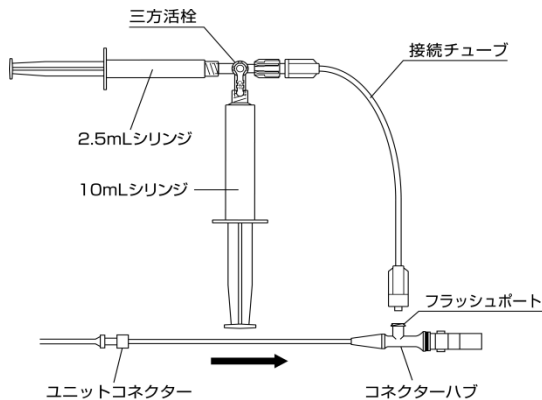

図2 接続チューブの接続例
- 1-5 コネクターハブを持ち、図2の矢印の方向へ手元外管から手元内管を引き出す。
- 1-6 付属の 2.5 mL 及び 10 mL ロック付シリンジと接続チューブ（三方活栓を含む）を図2のように組み合せ、内部をヘパリン加生理食塩液で満たす。次に接続チューブをフラッシュポートに接続し、2.5 mL ロック付シリンジからヘパリン加生理食塩液を本品に注入（プライミング）する。10 mL ロック付シリンジは、2.5 mL ロック付シリンジに補水するためのリザーバーとして使用される。なお、1分以上経過してもヘパリン加生理食塩液が本品の先端から出てこない場合は、三方活栓のcockの位置を確認し、再度プライミングを行うこと。改善が見られない場合は、使用を中止し、新しいカテーテルに交換すること。